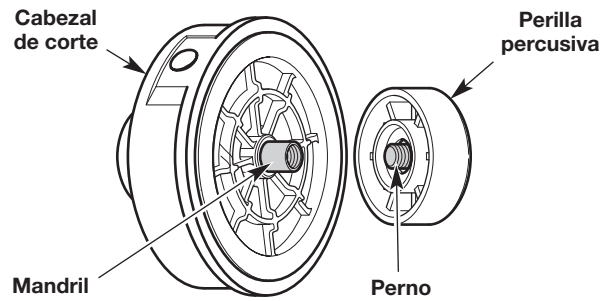

Fig. 16
- Mantenga el cabezal de corte en su lugar (Fig. 16). Gire la perilla de impacto en el sentido de las agujas del reloj para desenroscarla del cabezal de corte (Fig. 16).
- Deslice el cabezal de corte fuera del mandril (Fig. 16).
- Inspeccione el perno dentro de la perilla percusiva para verificar que se mueva con libertad (Fig. 16). Cambie la perilla percusiva si está dañada.
5. Mientras sujeta el carrete interior y la bobina exterior juntos, deslice el cabezal de corte sobre el mandril (Fig. 16). Asegúrese de que el cabezal de corte calce en forma segura en la porción hexagonal del mandril.
6. Mientras sujeta el carrete interior y la bobina exterior juntos, enrosque la perilla de impacto en sentido contrario a las agujas del reloj (Fig. 16). Ajuste firmemente la perilla de impacto.